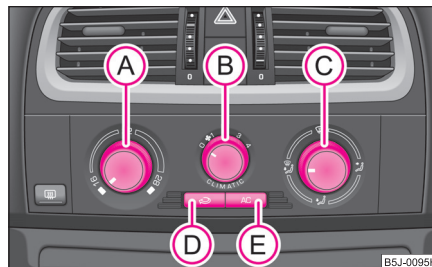

Fig. 107 Climatic: Elementele de comandă
Instalația de climatizare funcționează numai când tasta **(AC)** ⇒ pagina 86, fig. 107 **(E)** este apăsată și se îndeplinesc următoarele condiții:
- Rotiți regulatorul rotativ **A** ⇒ fig. 107 spre dreapta pentru a mări temperatura.
- Regulatorul  ⇒ pagina 86, fig. 107 pe temperatura selectată de dvs. (noi recomandăm 22 °C)
- Apăsați comutatorul ⇒ pagina 86, fig. 107, simbolul din comutator se aprinde.
Când regulatorul (C) se află în poziția ⇒ pagina 86, fig. 107, recircularea aerului este oprită automat. Prin apăsarea repetată a tastei puteți porni recircularea aerului și în această poziție.
Admisia aerului prin fiecare gură de ventilație se reglează de la regulatorul  ⇒ pagina 86, fig. 107. Gurile de ventilație 3 și 4 se pot deschide și închide separat:
Prin gurile de ventilație deschise este admis aer încălzit, rece sau răcit, în funcție de poziția regulatorului  ⇒ pagina 86, fig. 107 și de condițiile climatice. ■